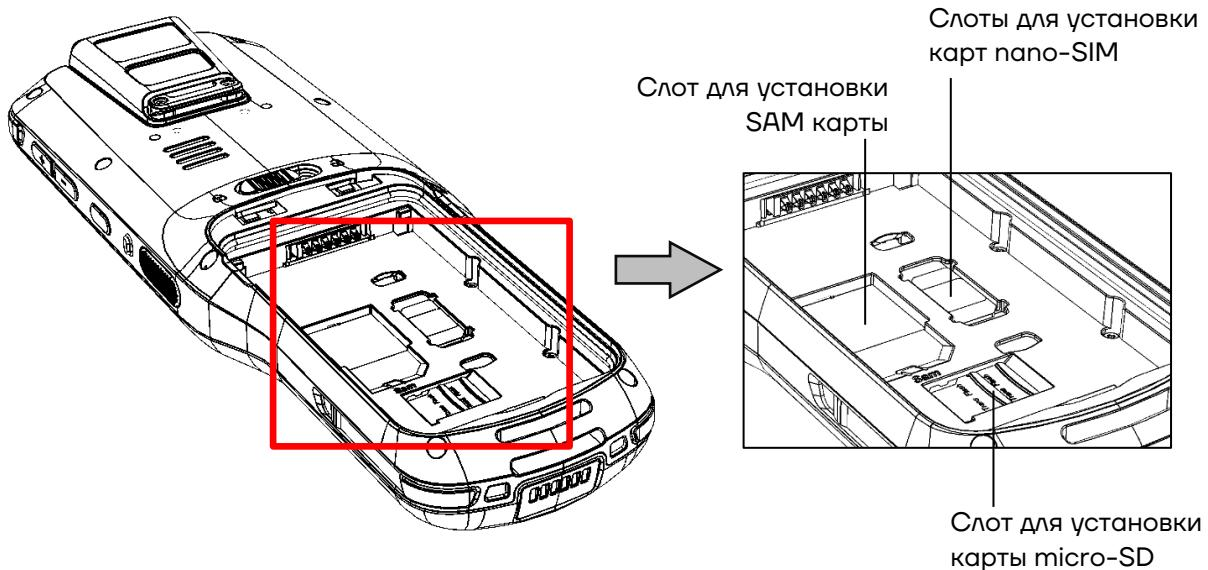

Рисунок 9. Расположение слотов для карт nano-SIM и micro-SD
- 1 Выполнить пункты 1–5 раздела «Замена аккумулятора с отключением питания». Получить доступ к слотам для карты памяти micro-SD и nano-SIM (SIM 1, SIM 2), которые расположены на дне отсека для АКБ (см. рисунок 9).